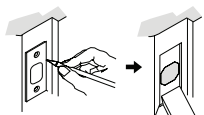

Figura 4c
- Delinee los bordes externos de la placa de contacto (Figura 4c).
- Cincele 1/8" (3mm) de profundidad para la placa de contacto o hasta que esté nivelada (Figura 4c).